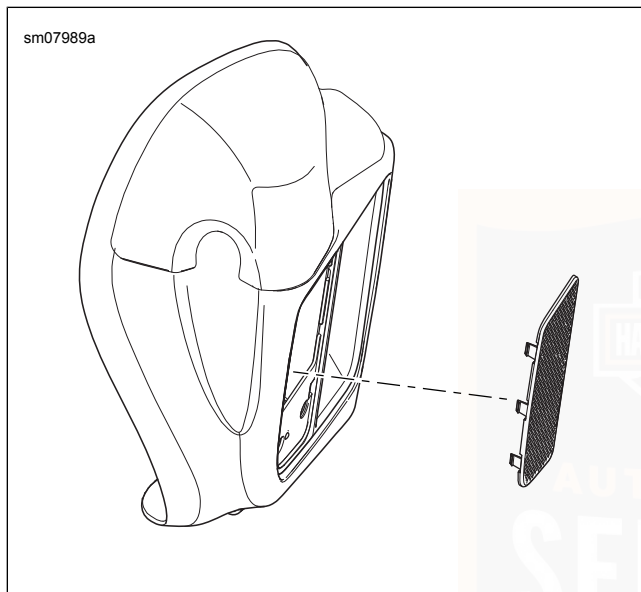

Abbildung 74. Kühlergrillabdeckung der unteren Verkleidung
1. Siehe Abbildung 74. Den äußeren Kühlergrill an der unteren Verkleidung ausbauen.